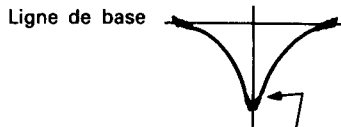

Fig. 20
- Appliquer un signal faible du généscope. Régler T202 afin d'obtenir un gain maximum et la forme d'onde de la Fig.20.